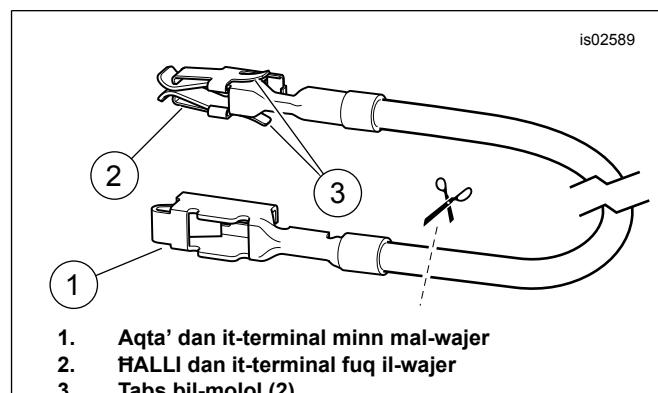

Figura 8. Wajer tal-Adapter tal-Blokka tal-Fjus (Dyna u Softail)
3. Ara Figura 22 . Ohroġ il-wajer oranġjo/abjad tal-adapter tal-fuse block (9) minn gol-kit. Innota t-terminal fuq kull tarf (ara Figura 8). It-terminal tat-tabs bil-molol biss jiffittpa gewwa din il-blokka tal-fjus. Aqta' b'attenzjoni t-terminal mhux użat minn mal-wajer u armih.
3. Ara Figura 22 . Ohroġ il-wajer oranġjo/abjad tal-adapter tal-fuse block (9) minn ġol-kit. Innota t-terminal fuq kull tarf (ara Figura 8). It-terminal tat-tabs bil-molol biss jiffitja gewwa din il-blokka tal-fjus. Aqta' b'attenzjoni t-terminal mhux użat minn mal-wajer u armiħ.